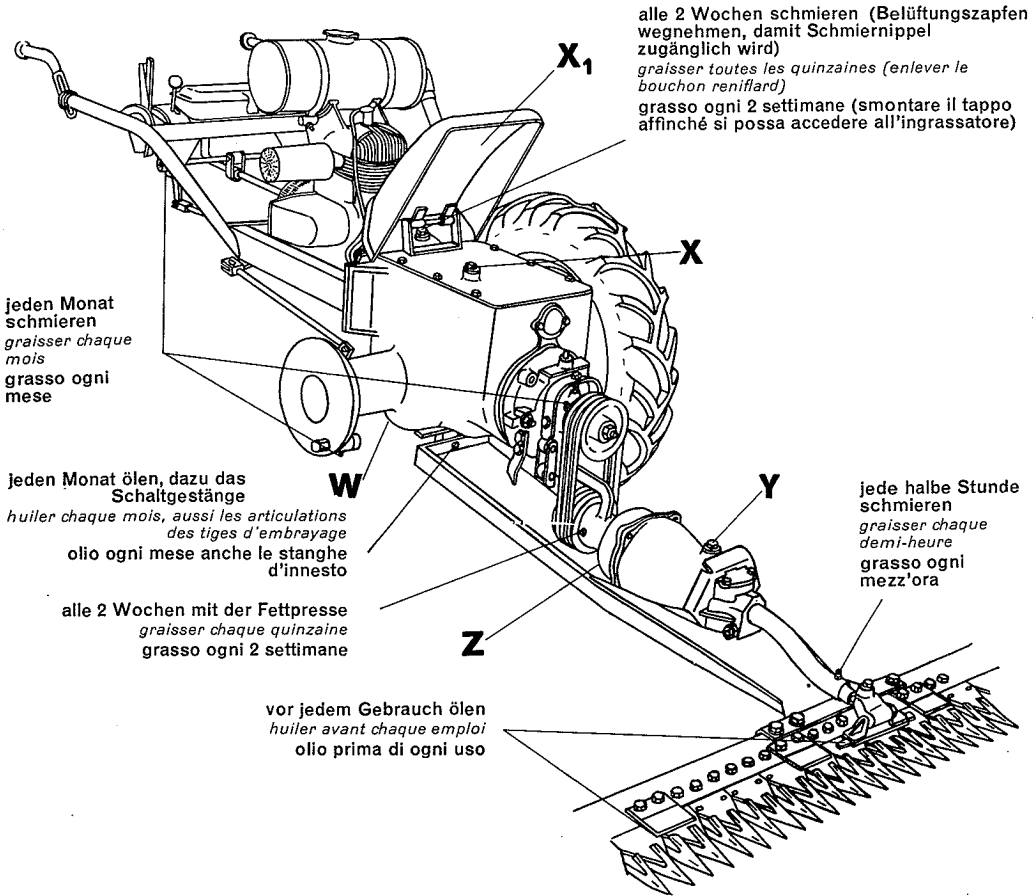

Fig. 13
**E. Schmierplan bei intensivem Gebrauch (Fig. 13)**
**E. Plan de graissage lors d'un emploi intensif (fig. 13)**
**E. Piano di lubrificazione per uso intenso (fig. 13)**